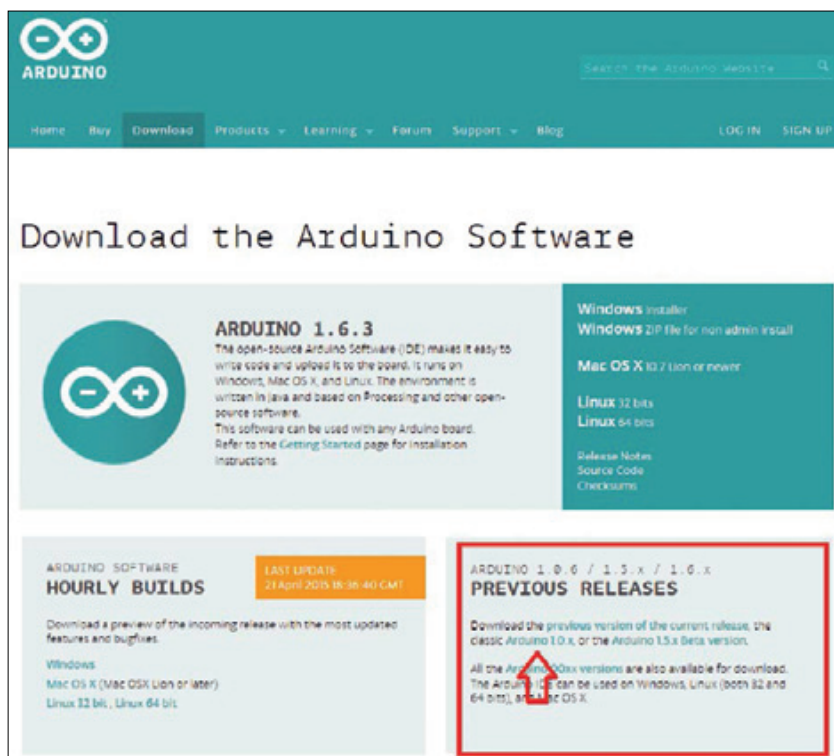

Fig. 1
1. accedere al sito <http://www.arduino.cc> quindi dalla sezione "Download" scaricare la versione 1.0.1 (Fig. 1);